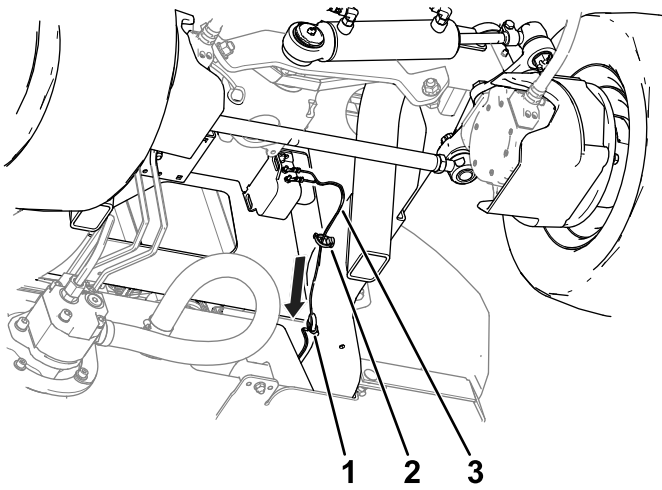

Bild 4
4. Verwenden Sie einen Kabelbinder und eine Druckbefestigung, um den Kabelbaum am Rahmen der Maschine zu befestigen (**Bild 4**).